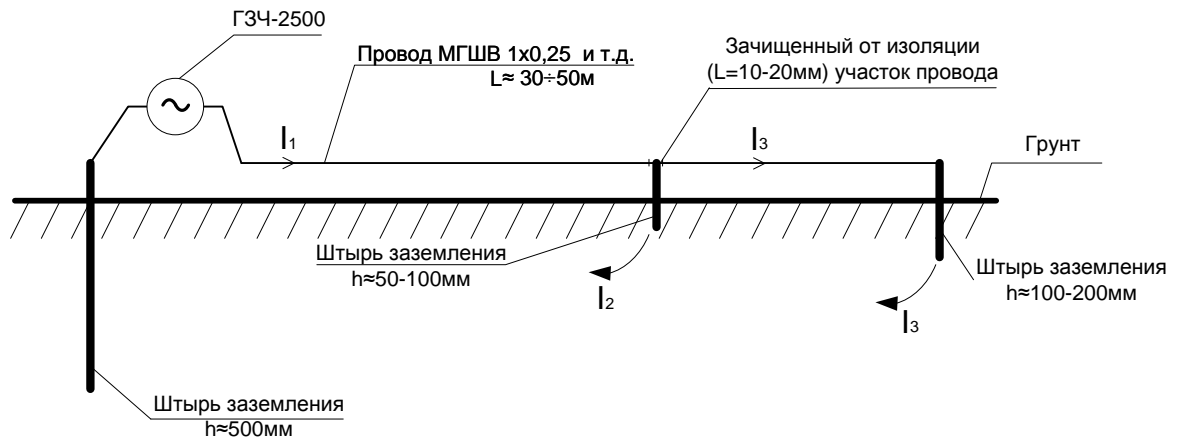

Рис. 1.
1. Собрать макет (рис.1) и внимательно изучить руководство по эксплуатации приёмника П-806.